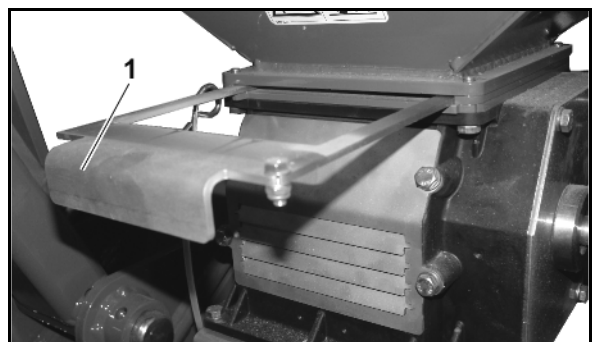

Fig. 109
2. Schieber (Fig. 109/1) herausziehen und so Saatguttanköffnung schließen (siehe Seite 102).